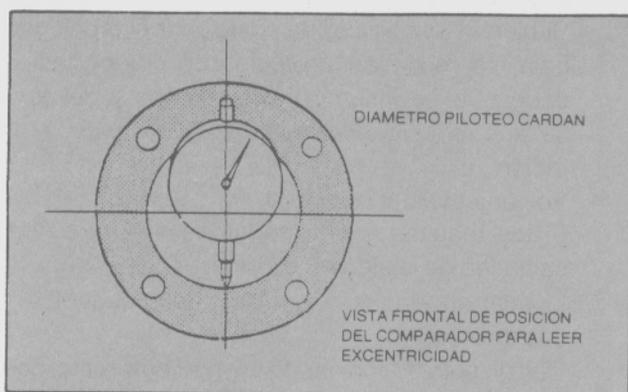

Fig. 3
**Nota:** Se entiende por lectura total del comparador la diferencia entre el punto más alto y el más bajo alcanzado por la aguja del mismo, al dar una vuelta completa la brida del eje. (Fig. 3).